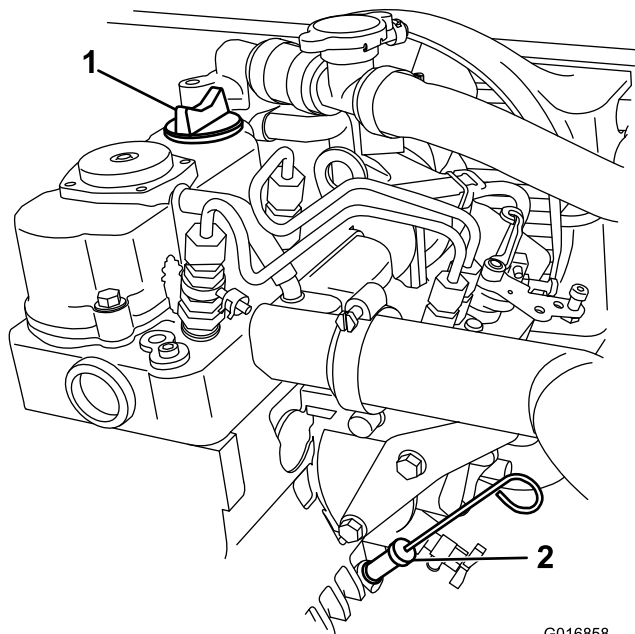

Figura 19
3. Utilice un trapo para limpiar alrededor de la varilla del aceite (Figura 19) para impedir que caiga suciedad por el tubo de llenado y cause daños en el motor.
5. Introduzca la varilla de aceite a fondo en el tubo (Figura 19).
6. Retire la varilla y observe el extremo (Figura 19).
7. Instale la varilla de aceite y asíéntela firmemente (Figura 19).